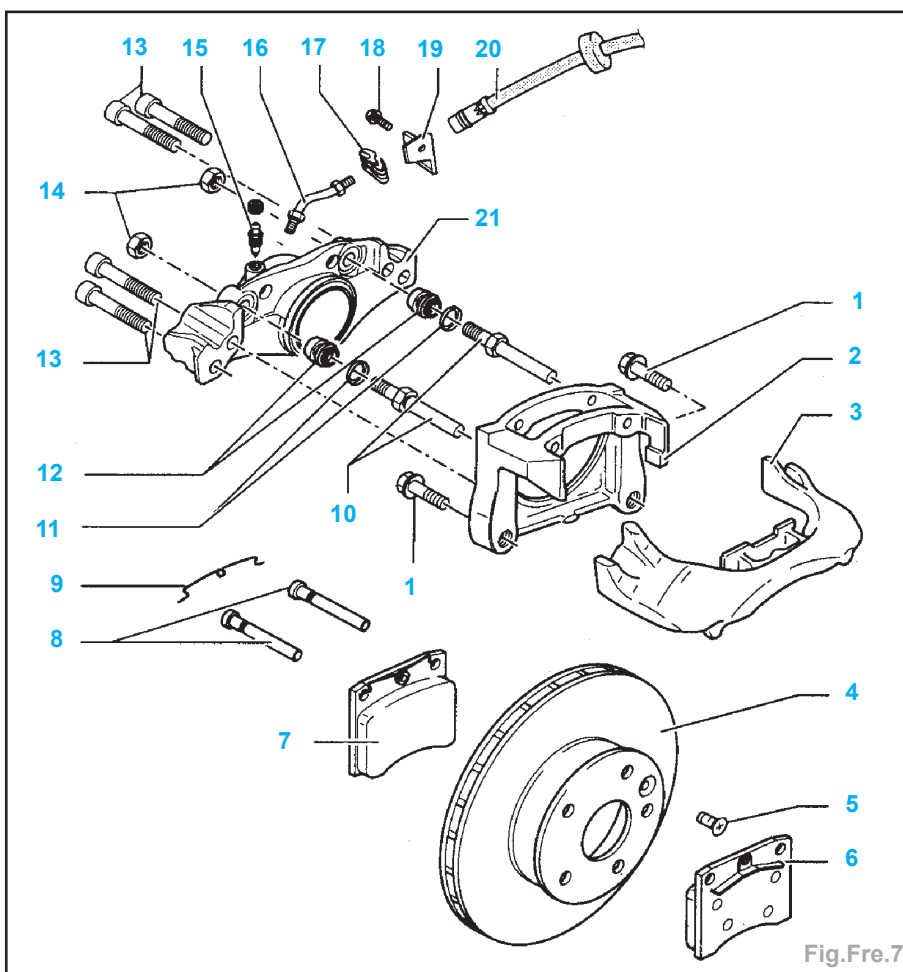

Fig.Fre.7
- Déposer le raccord flexible (20) de l'étrier de frein (Fig.Fre.7).
- Déposer les vis (1).